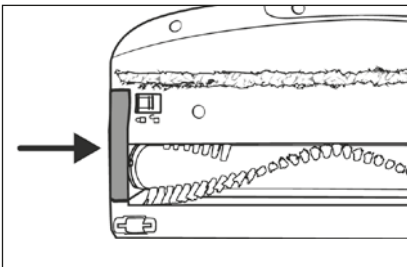

Fig. 27
- 6) Sæt børsterulleholderen **20** ind i gulvbørsten **22** igen. Tryk den ned, indtil den klikker hørbart på plads i gulvbørsten **22** (se fig. 27).